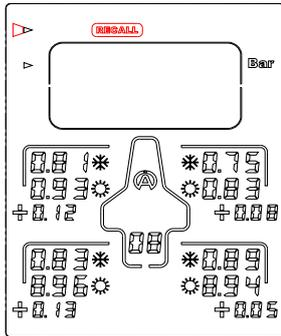

図 6
1) これらのボタンを使用して  , 《 RECALL 》アイコンを選択して下さい (図 6)